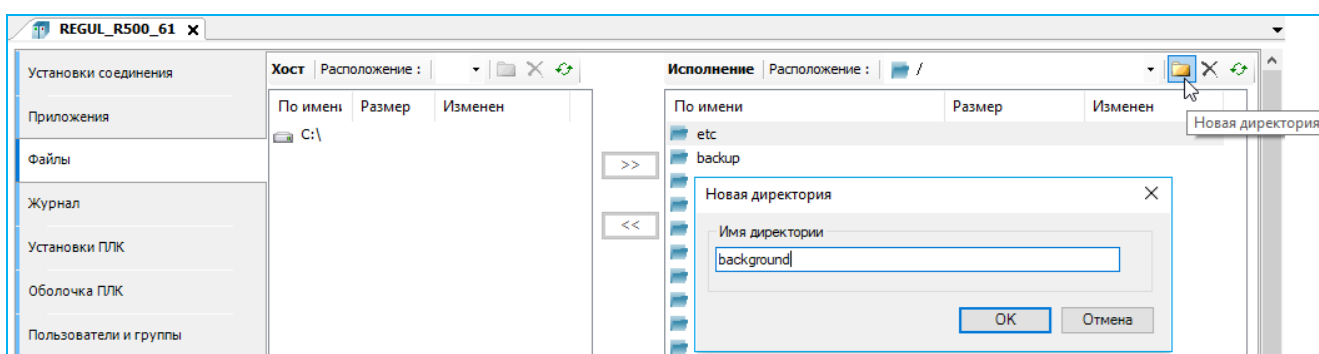

Рисунок 244 - Создание новой директории
- в Astra.IDE на главной вкладке параметров устройства перейдите на вкладку **Файлы**. В области **Исполнение** нажмите кнопку (**Обновить**). В окне отобразится дерево файлов, имеющихся на контроллере. Создайте директорию (например, папку под названием **background**, рисунок 244);